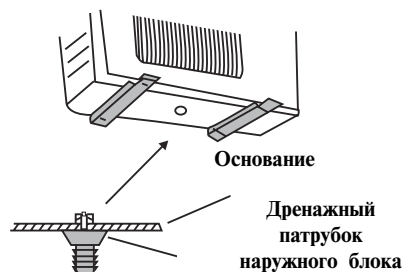

Рис. 9
9. Полностью откройте жидкостный и газовый вентили (см. рис. 9).